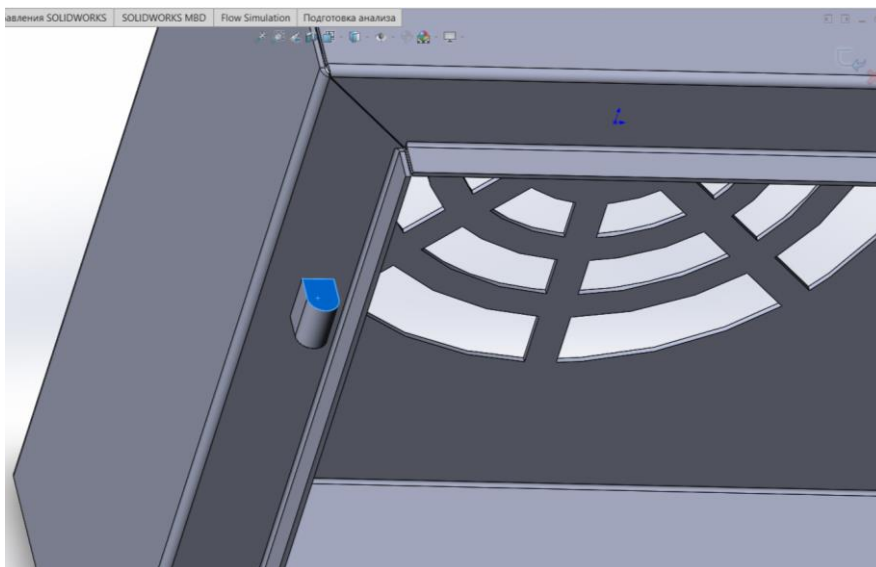

Рисунок 20 – выбор верхней плоскости петли блока
23. Выделить указанную плоскость (рис. 20).